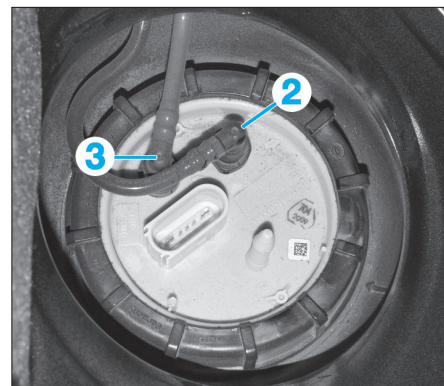

FIG. 57
- les conduites de carburant (2) et (3) (Fig.57).